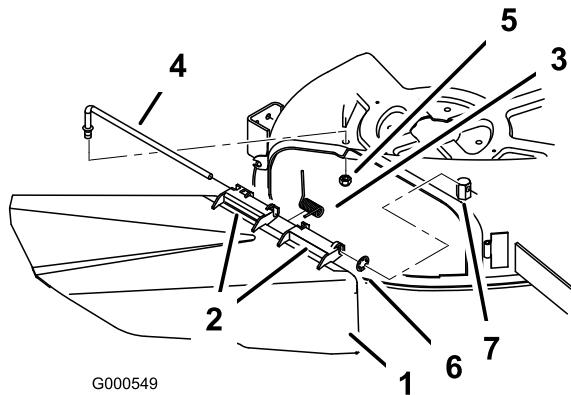

Bild 51
- Machen Sie die in Bild 51 gezeigten Teile ausfindig.
- Nehmen Sie die Mutter (3/8 Zoll) aus der Stange unter dem Mähwerk ab (Bild 51).
3. Schieben Sie die Stange aus dem kurzen Vorsprung, der internen Sicherungsscheibe, der Feder und dem Ablenkblech (Bild 51). Entfernen Sie defekte oder abgenutzte Ablenkbleche.
4. Setzen Sie das Ablenkblech und die interne Sicherungsscheibe wieder ein (Bild 51).
6. Setzen Sie die Feder mit den Enddrähten nach unten auf die Stange, zwischen die Ablenkblechhalterungen. Schieben Sie die Stange durch die zweite Ablenkblechhalterung und die interne Sicherungsscheibe (Bild 51).
7. Schieben Sie die Stange vorne am Ablenkblech in den kurzen Vorsprung am Mähwerk. Befestigen Sie das hintere Stangenende mit einer Mutter (3/8 Zoll) am Mähwerk (Bild 51).